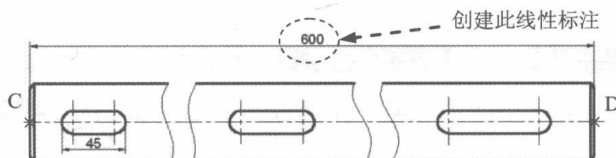

图 1.1.23 创建越过断面符号的线性标注
(2) 创建越过断面符号的线性标注。选择下拉菜单 **标注(B) → 线性(L)** 命令, 分别单击图 1.1.23 中的 C、D 两点, 在命令行中输入字母 T 并按 Enter 键, 输入数值 600 后按 Enter 键; 在绘图区的空白区域单击, 以确定尺寸放置的位置。